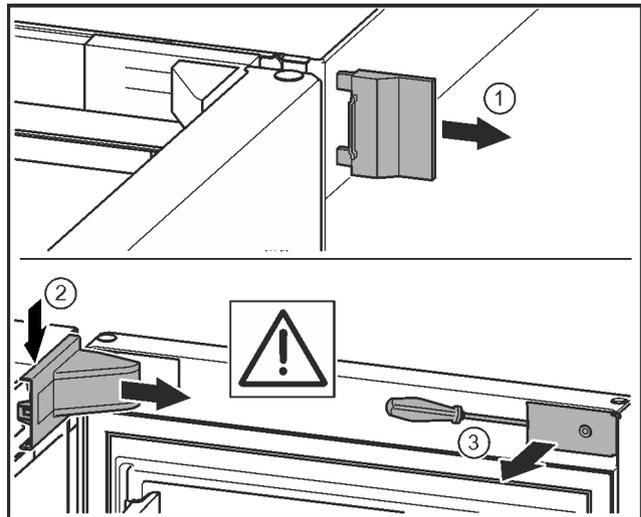

Fig. 11*
- ▶ Äußere Abdeckung abnehmen.* Fig. 11 (1)
- ▶ Lagerbockabdeckung ausrasten und lösen. Lagerbockabdeckung abnehmen.* Fig. 11 (2)
- ▶ Blende mit Schlitzschraubendreher ausrasten und zur Seite schwenken.* Fig. 11 (3)